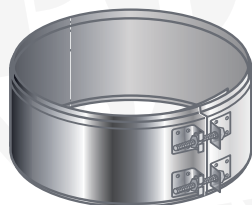

FIGURA 21
- Dopo aver innestato due elementi, montare e serrare meccanicamente la fascetta di bloccaggio sulla parete esterna, assicurandosi che la vite sia ben serrata (8 N.m) (figura 21).